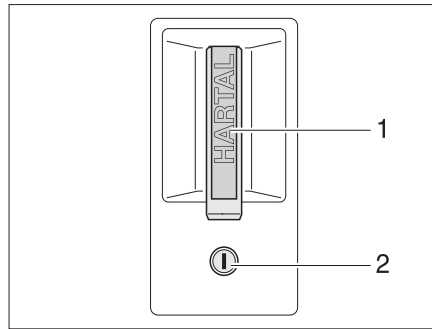

Fig. 32 Serrure de la porte cellule, à l'extérieur
- Insérer la clé dans le barillet (Fig. 32,2) et la tourner jusqu'à ce que la serrure de la porte soit déverrouillée.
- Tirer sur la poignée de la porte (Fig. 32,1). La porte est ouverte.
- Insérer la clé dans le barillet (Fig. 32,2) et la tourner jusqu'à ce que la serrure de la porte soit verrouillée.